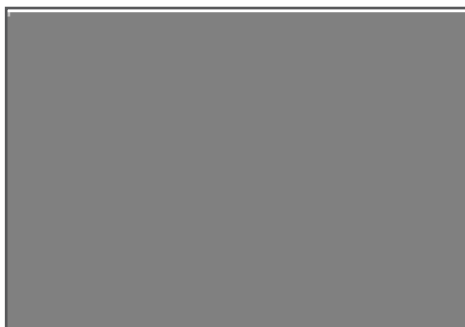

Рис. 11 Воздушная заслонка закрыта
- Закройте воздушную заслонку карбюратора. Для этого рычаг управления воздушной заслонкой карбюратора (Рис. 11) установите в крайнее левое положение.